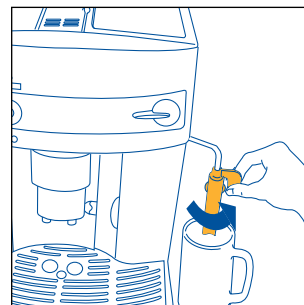
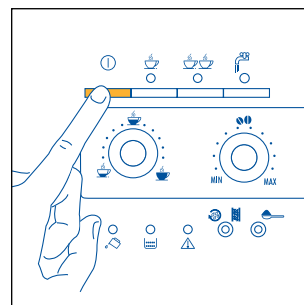
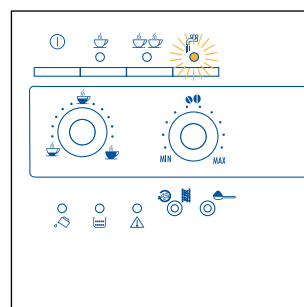

Fig. 3
Fig. 4
Fig.22
2. Empurre o emulsionador de cappuccinos para fora, coloque uma chávena por baixo (fig. 3) e ligue a máquina premindo a tecla ① (fig. 4).
- Rode o emulsionador de cappuccinos para fora (fig. 3).
- Coloque um recipiente debaixo do emulsionador de cappuccinos (fig. 3).
- Coloque um recipiente vazio debaixo do emulsionador de cappuccinos (fig. 3). Rode para a esquerda o botão do vapor até meio, até ao limite máximo (a luz  acende-se de forma intermitente, fig. 22). Faça fluir durante alguns segundos a água misturada com o vapor até sair apenas vapor.